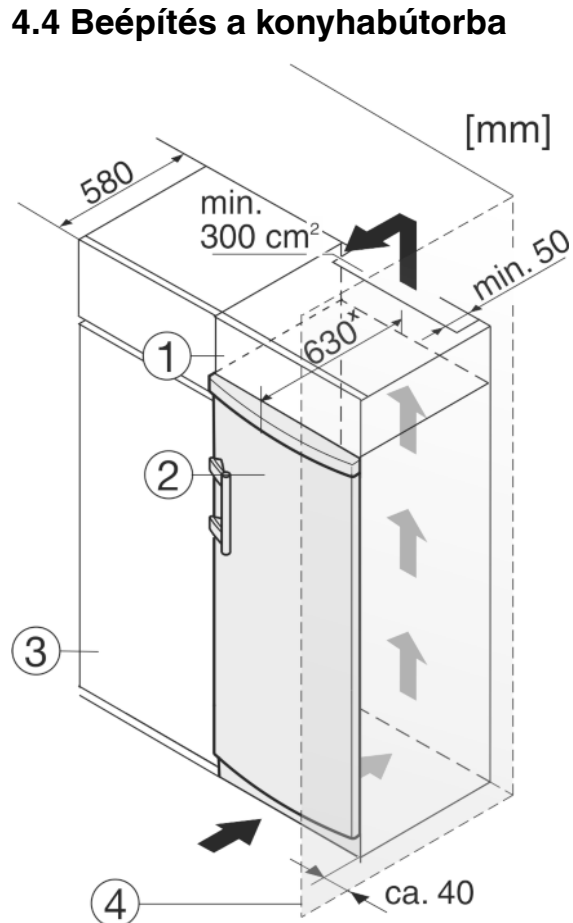

Fig. 10
A készüléket körbe lehet építeni konyhaszekrényekkel. Rá lehet szerelni egy rátétszekrényt Fig. 10 (1), hogy a készüléket Fig. 10 (2) a konyhabútorok magasságához igazítsa.
Ha a berendezést (max. 580 mm mélységű) konyhaszekrényekkel építi körül, akkor közvetlenül a konyhaszekrények Fig. 10 (3) mellett is felállíthatja. A készülék oldalirányban 34 mmx, a közepétől pedig 50 mmx távolságban nyúlik túl a konyhaszekrény előlapjához képest.
Mikor a berendezést a csuklópántokkal egy fal Fig. 10 (4) mellett állítja fel, akkor a berendezés és a fal közti távolság legalább 40 mm legyen. Ez nyitott ajtó esetén megfelel a fogantyú túlnyúlásának.